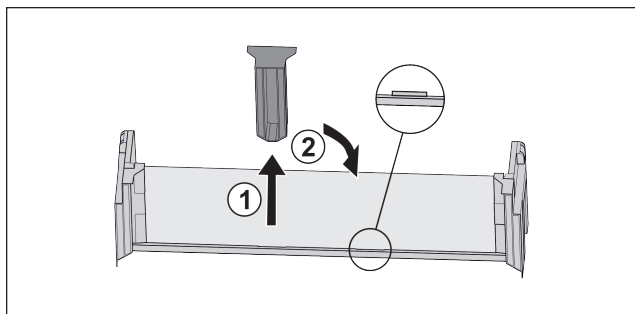

Fig. 26
- Stiahnite stredný prídržný diel Fig. 26 (1).
- Nasadte stredný prídržný diel do druhej pozície Fig. 26 (2).